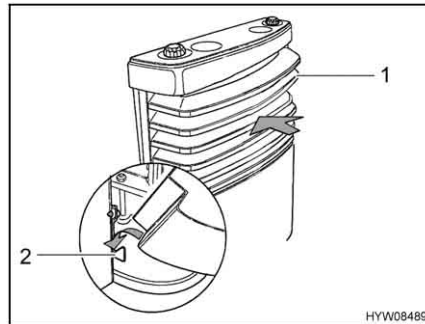

Bild 139 Höljet till värmeaggregatet, nedre lager
- Montera höljet på värmeaggregatet. Placera höljet till värmeaggregatet (Bild 139,1) på det nedre lagret (Bild 139,2).